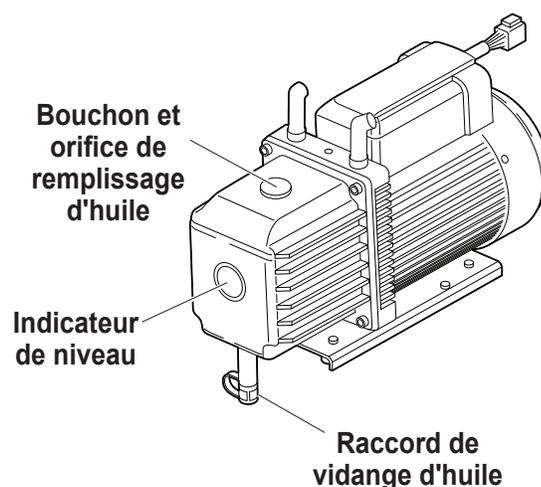

Figure 12
4. Ouvrez lentement le bouchon de remplissage d'huile pour vérifier qu'il n'y a pas de pression dans la machine. Enlevez le bouchon avec précaution. Reportez-vous à la Figure 12.